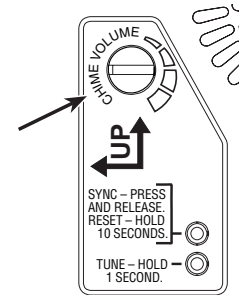

Figure 10
11. Tournez le bouton de commande du volume situé sur la base de carillon pour régler le volume (voir la Figure 10).